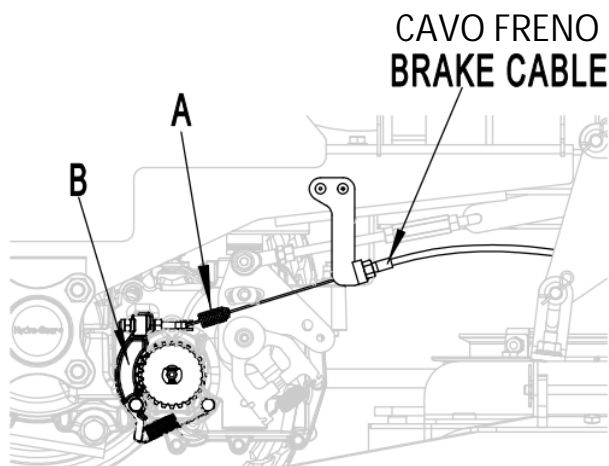
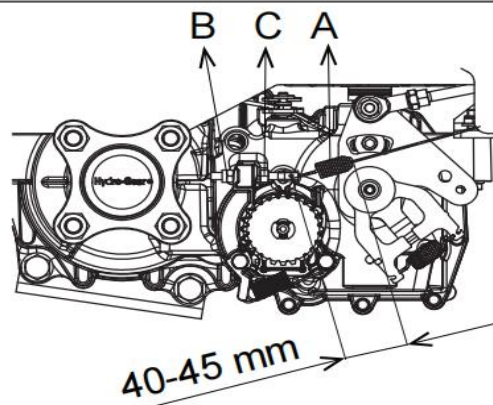

Fig. 24
Fig. 25
- Individuate la molla del freno (A, Fig. 24).
- Posizionare entrambe le leve dello sterzo in posizione di apertura (posizione folle). Gli ingranaggi del braccio del freno (B) si innestano negli ingranaggi del disco del freno.
- Misurate la lunghezza della molla con il freno inserito. Se la molla non rientra nell'intervallo di 40-45mm, rilasciate il freno e ruotate i dadi di regolazione (B e C, Fig.25) per comprimere o rilasciare la molla.